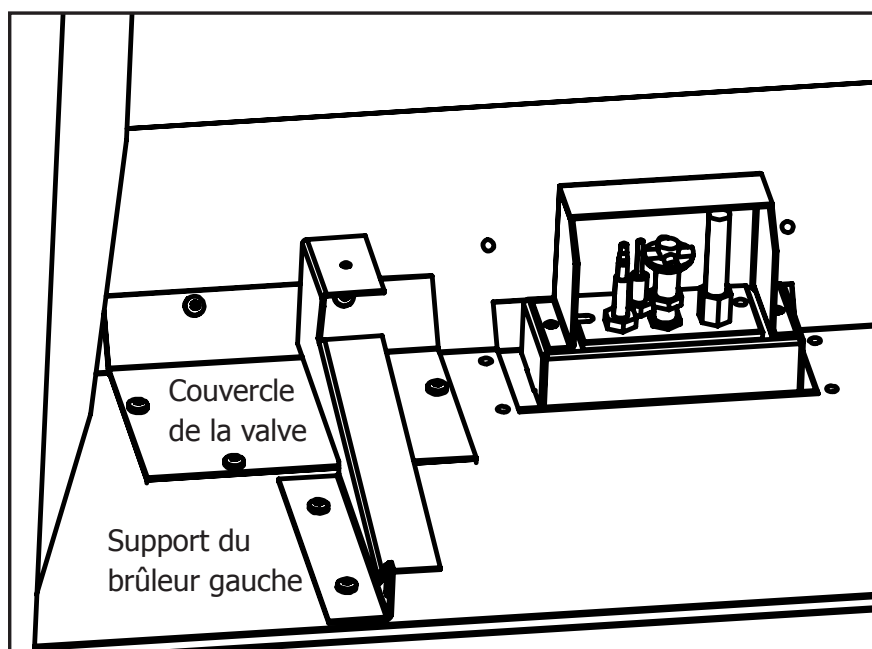

Figure 10: Couvercle de la valve et support du brûleur.
5. Ensuite, retirez les six vis qui maintiennent le couvercle de la valve en place (souligné dans la figure 10).